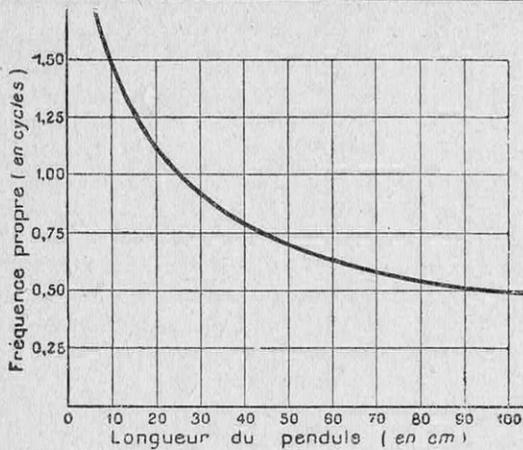
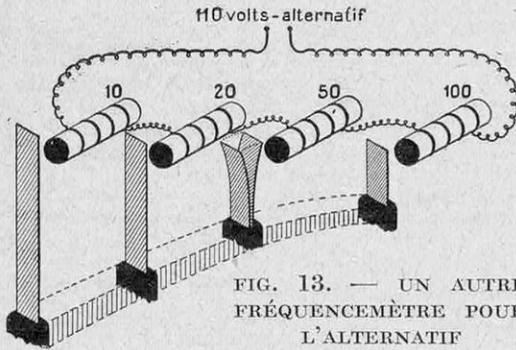

FIG. 5. — COMMENT VARIE LA FRÉQUENCE PROPRE D'UN FIL A PLOMB AVEC SA LONGUEUR
FIG. 13. — UN AUTRE FRÉQUENCIMÈTRE POUR L'ALTERNATIF
Naturellement, l'opérateur peut communiquer à l'allumette une fréquence variable entre de larges limites, depuis une fraction de cycle jusqu'à 3 ou 4 cycles (3 ou 4 tours par seconde) : on dit que l'ensemble main-allumette n'a pas de fréquence propre. Au contraire, si nous faisons osciller un fil à plomb (en physique, on dit « un pendule »), nous remarquons que, pour une longueur déterminée, la fréquence de la vibration ne dépend pas de l'écart initial : un pendule — tout comme une antenne réceptrice — possède une fréquence propre. Cette fréquence augmente, d'ailleurs, lorsqu'on raccourcit le pendule ; la figure 5 représente les fréquences propres d'un fil à plomb pour des longueurs comprises entre 10 centimètres et 1 mètre. Un pendule, « qui bat la seconde », dont la fréquence est donc un demi-cycle, n'a pas tout à fait 1 mètre de long (horloges normandes).
2° Dans le fréquencimètre à résonance mécanique, on alimente une série d'électros (fig. 13) par de l'alternatif et on place devant eux un même nombre de lames d'acier encastées à un bout ; comme les longueurs sont différentes (fig. 5), les fréquences propres le sont aussi. L'une de ces lames se met à vibrer énergiquement ; c'est elle dont la fréquence propre est égale à celle du secteur alternatif. Nous avons ici un cas de transformation d'une fréquence électromagnétique en fréquence élastique (1).
(1) Autre exemple : lorsque les tôles d'un transformateur sont mal serrées, la fréquence électromagnétique de 50 cycles produit une fréquence élastique égale ; on entend un ronflement, dont la hauteur est celle du premier *sol dièse* du piano.